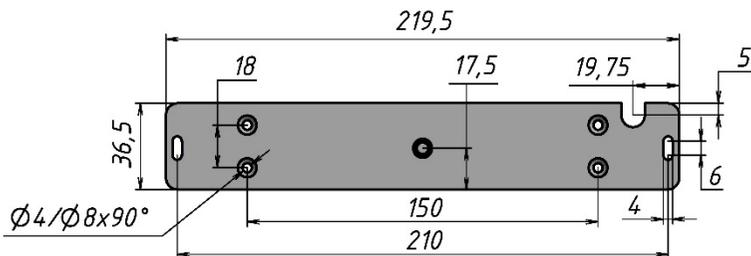

Рисунок 4 – Основание
5.2 Основание крепится на дверной коробке через два овальных отверстия саморезами $\text{Ø}3 \text{ мм}$ с учетом габаритно-установочных размеров и расположения выводов управления (рисунок 4). Далее, на ось основания устанавливается корпус.